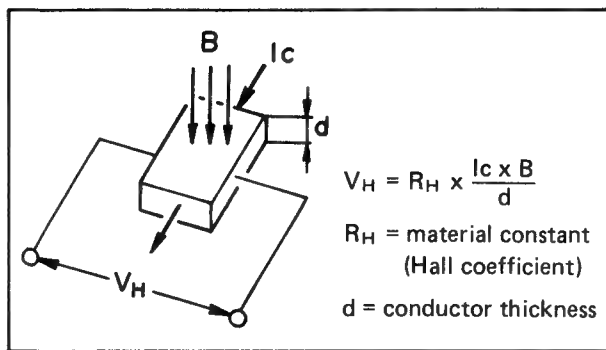

Fig. 2-24 Hallelement
1. In bestimmten Halbleitern wird, wenn durch sie ein Strom (I_c) rechtwinklig zu einem magnetischen Fluß (B) fließt, eine Spannung V_H (Hallspannung) erzeugt, die rechtwinklig (dreidimensional) zu beiden, dem Strom und dem Magnetfeld, ist. Dieses wird als Hall-Effekt bezeichnet und stellt das Prinzip dar, das bei Hallelementen angewendet wird. Das Grundschaema eines Hallelementes ist in Abbildung 2-24 dargestellt.